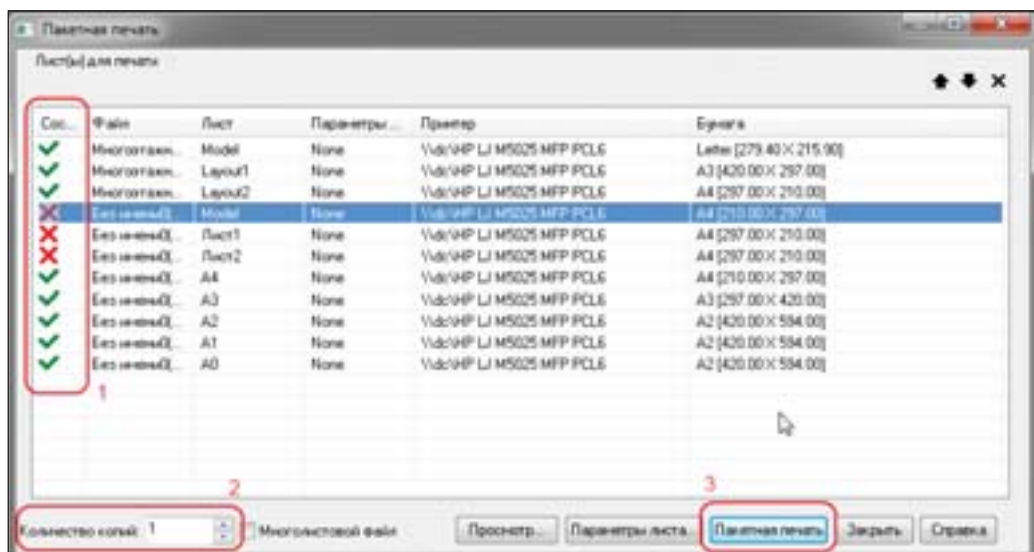

Рис. 8. Один щелчок мышью – и на печать отправляется целый комплект документов
Функция Пакетная печать будет удобна при работе с большими документами. Если из одного документа создается комплект чертежей, то, вызвав диалог Пакетная печать (рис. 8), можно составить задание на распечатку чертежей: задать состав выводимых документов (1), указать необходимое количество копий (2) и отправить пакетное задание на печать (3).